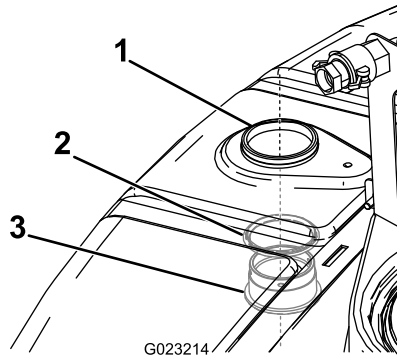

Figura 15
2. Instale el conector estanco y la junta tórica desde dentro del depósito por el taladro perforado anteriormente (Figura 15).